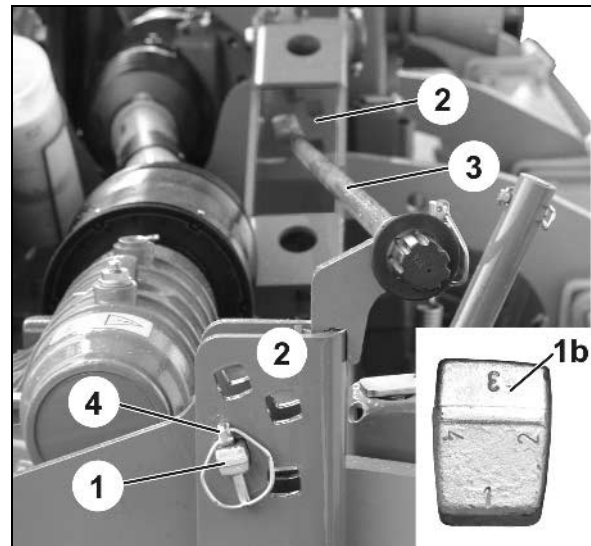

Fig. 30
Zur Einstellung der Arbeitstiefe ist die Bodenbearbeitungsmaschine mit der Traktorhydraulik kurz anzuheben und die Tiefenregulierungsbolzen (Fig. 30/1) sind in das gewünschte Loch der Absteckholme (Fig. 30/2) oberhalb der Tragarme zu stecken und mit Klappsteckern (Fig. 30/4) zu sichern.
Arbeitstiefe an mittleren Tragarmen der Maschine über die Bolzen mit Verlängerung (Fig. 30/3) einstellen und mit Klappstecker sichern.
**Beim Umstecken fassen Sie den Tiefenregulierungsbolzen (Fig. 30/1) nur so an, dass Sie mit der Hand nie zwischen Bolzen und Tragarm gelangen können.**
Die Tiefenregulierungsbolzen weisen einen Vierkant mit unterschiedlichen Abständen auf (Fig. 30/1b). Diese Kanten sind mit den Zahlen „1 - 2 - 3 - 4“ gekennzeichnet. Es ist darauf zu achten, dass die Tiefenregulierungsbolzen an allen Tragarmen mit gleichen Kanten bzw. mit gleicher Kennzeichnung (Zahl) zur Anlage kommen.
**Tiefenregulierungsbolzen nach jedem Umstecken mit Klappsteckern (Fig. 30/4) sichern!**